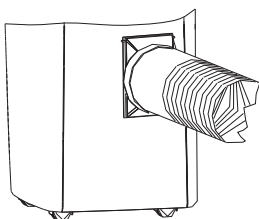

Fig. 10
11. Na rys. 10 pokazano zakończony montaż kanału wylotu powietrza i akcesoriów.